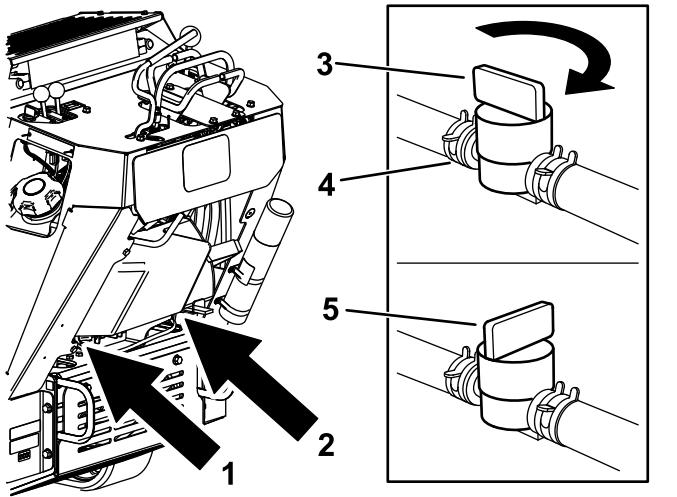

Figure 51
3. Tournez le robinet d'arrivée de carburant en position fermée (Figure 51).
4. Pincez les extrémités du collier de flexible du côté moteur du robinet et poussez-le vers le haut de la conduite d'alimentation, dans la direction opposée au robinet (Figure 51).
5. Débranchez la conduite d'alimentation du robinet (Figure 51).
3. Tournez le robinet de vidange en position fermée (Figure 51).
5. Tournez le robinet d'arrivée de carburant en position ouverte (Figure 51).